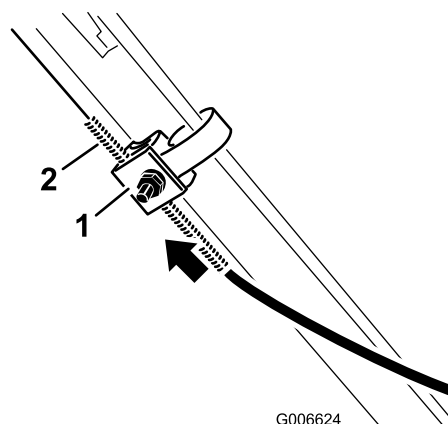

Figura 29
4. Spingete verso l'alto la guaina del cavo di 5 mm (Figura 29).